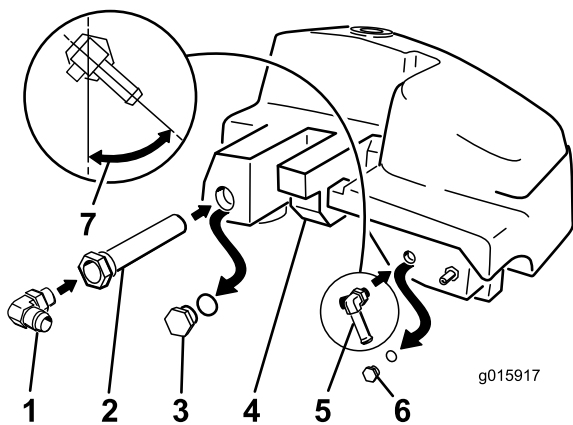

図 9
4. 小さい方のプラグを取り外したところに、小さい 90 度 T 字フィッティングバーブ付きを取り付ける 図 9。